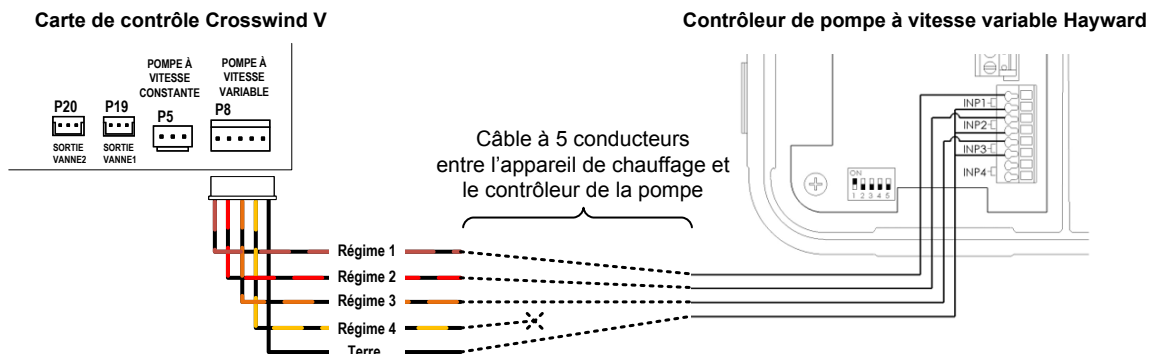
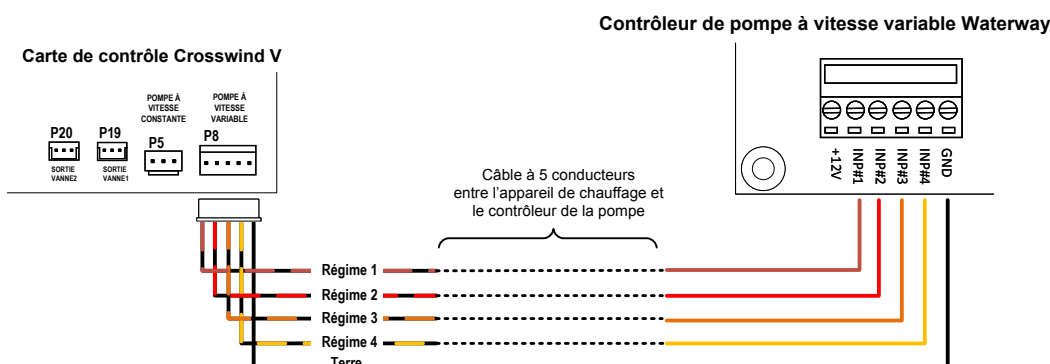

Figure 143. Gamme de pompes Hayward THP VS
Figure 147. Pompes Waterway Power Defender VS à entrées discrètes
3. Connecter l'autre extrémité du câble à 5 conducteurs aux bornes d'entrée numérique du contrôleur de pompe à vitesse variable ou à l'interface numérique/RS-485 de contrôle de pompe. La **Figure 143** jusqu'à la **Figure 147** présentent des exemples de connexions pour certaines marques et certains modèles de pompes à vitesse variable. Reportez-vous au manuel d'installation et de configuration de votre pompe à vitesse variable pour plus de détails sur la connexion et la configuration du sélecteur de vitesse à entrée numérique.